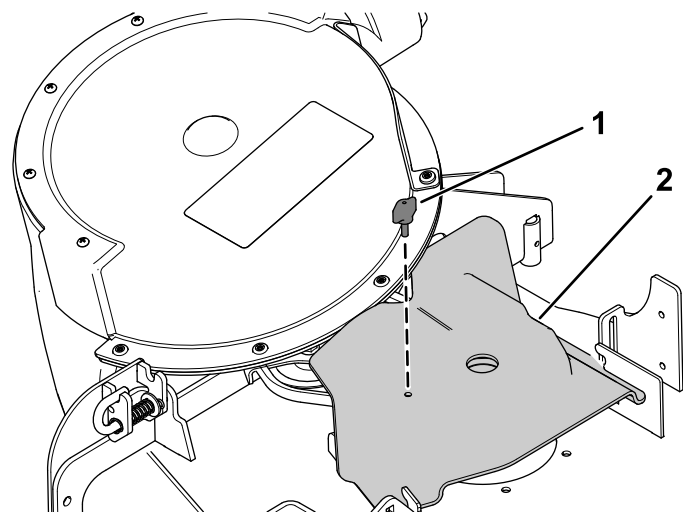

図 22
2. ブロアベルトにベルトカバーを取り付け、ノブで固定する 図 22。